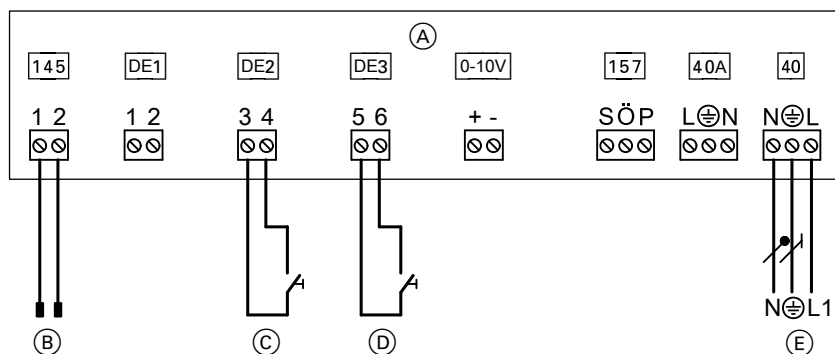

Рис. 43
- к модулю расширения EA1 только в соответствии с рис. 43